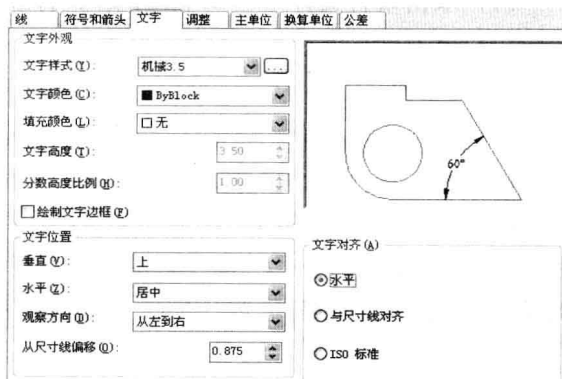

图 7-2-11
(10) 单击“继续”按钮，弹出“新建标注样式：机械3.5：角度”对话框，单击“文字”选项卡，“文字对齐”选择“水平”，此时在对话框预览窗口中角度标注的角度值显示为水平对齐，如图7-2-11所示。